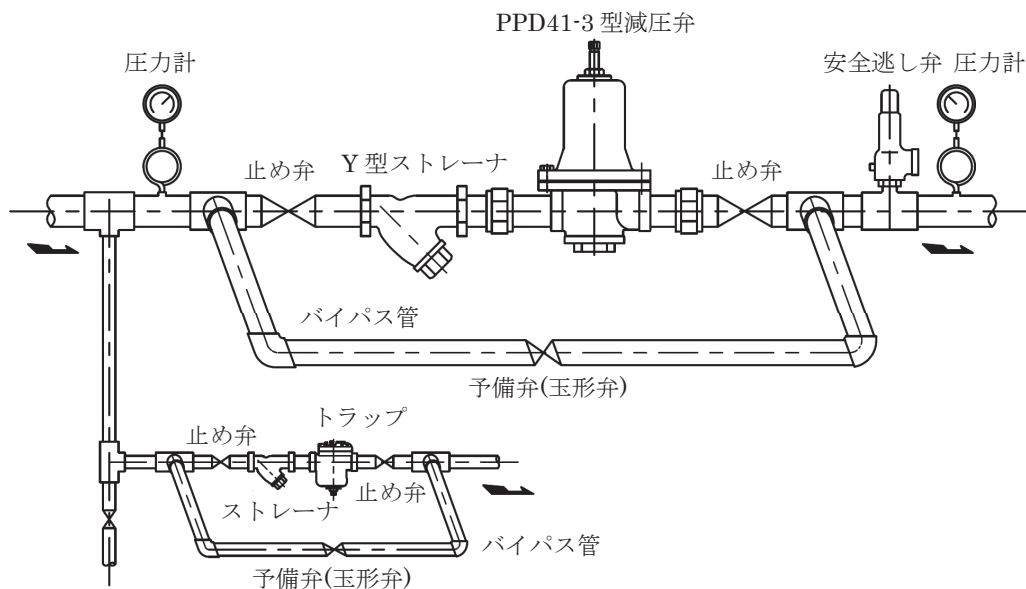

図2 配管例図
- 2.4 配管に際しては図2の配管例図に示すように、Y型ストレーナ、安全逃し弁、予備弁（玉形弁）及び前後弁（仕切弁）を備え、更に圧力計を取り付けるよう御計画ください。